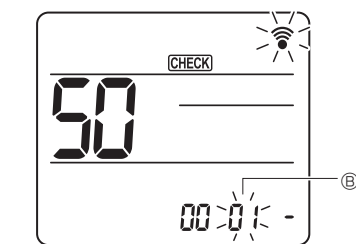

Fig. 6-18
- ③ Selezionare un modo
Premere il pulsante [5] per impostare il Numero di modo ②. (Fig. 6-18)